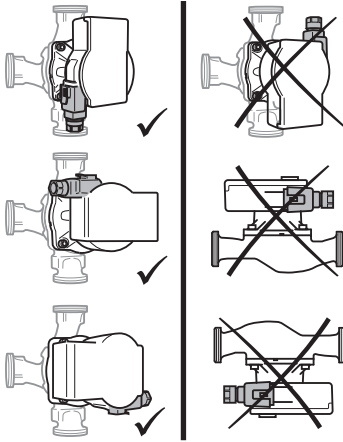

Fig. 2: Montaj konumları
- Montaj yerini, izin verilen montaj konumuna (Fig. 2) uygun olarak seçiniz.
- İzin verilen montaj konumuna (Fig. 2) ve pompa gövdesindeki (1) akış yönü okuna dikkat edin.
- 4 adet gövde vidasını (5) takın.